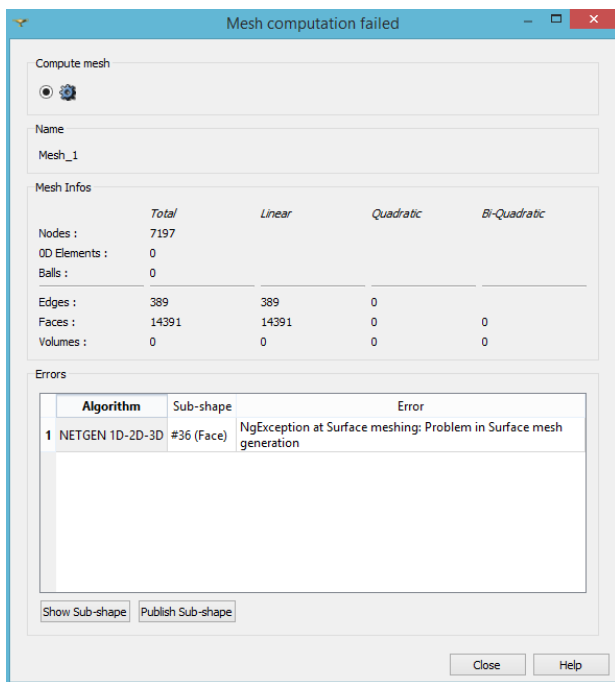
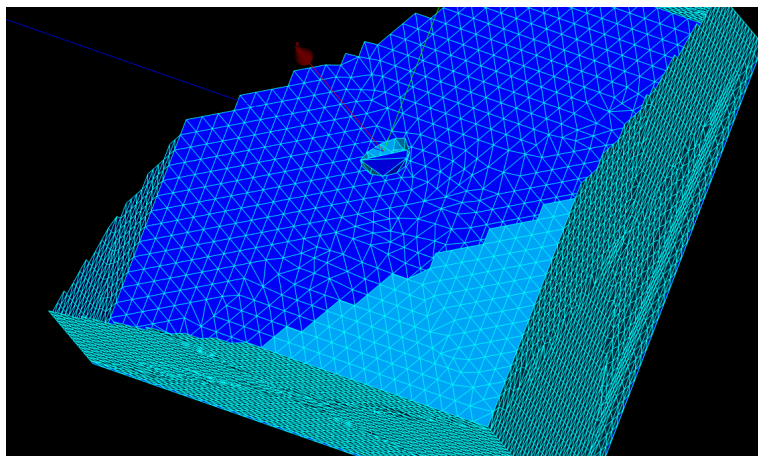

Рис. 95. Ошибка создания сетки.
Рис. 96. Некорректно созданная сетка.
Примечание: другая последовательность действий приведёт к ошибке (рис. 95, рис. 96). Эта ошибка вызвана тем, что поворот связан с дробным числом π , если поворачивать первый объект во второй, второй в третий и так далее, то может накопиться ошибка округления, поэтому поворачивать всегда нужно исходную фигуру!
2. Неправильная последовательность действий по созданию геометрии в задаче об обтекании сферы приведёт к ошибке (рис. 95, рис. 96). Эта ошибка вызвана тем, что поворот связан с дробным числом π , если поворачивать первый объект во второй, второй в третий и так далее, то может накопиться ошибка округления, поэтому поворачивать всегда нужно исходную фигуру.